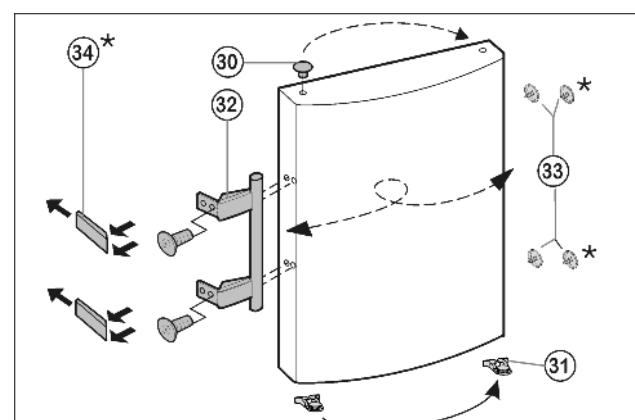

Fig. 8
- ▶ Извлеките пробку *Fig. 8* (33) из опорной втулки дверцы и переставьте.
- ▶ Снимите и переставьте на противоположную сторону дверную ручку *Fig. 8* (32), пробку *Fig. 8* (33) и прижимные пластины* *Fig. 8* (34).